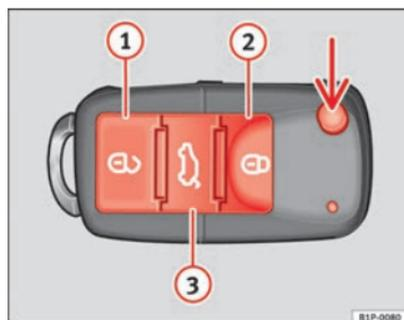

Abb. 64 Tastenbelegung
Mit der Taste \Rightarrow Abb. 64 (Pfeil) der Fernbedienung wird der Schlüsselbart ausgeklappt.
Fahrzeug entriegeln \Rightarrow Abb. 64 ①.
Fahrzeug verriegeln \Rightarrow Abb. 64 ②.
Heckklappe entriegeln. Die Taste \Rightarrow Abb. 64 ③ betätigen, bis alle Blinkleuchten am Fahrzeug kurz aufleuchten. Nach Drücken der Entriegelungstaste \Rightarrow Abb. 64 ③ können Sie die Heckklappe innerhalb von 2 Minuten öffnen. Nach Ablauf dieser Zeit wird die Heckklappe wieder verriegelt.
Zudem blinkt die Batterie-Kontrollleuchte des Schlüssels \Rightarrow Abb. 64 auf.
Bei einmaligem Drücken der Taste \Rightarrow Abb. 64 ① wird nur die Fahrertür entriegelt. Alle anderen Türen bleiben verriegelt. ▶
Bei zweimaligem Drücken der Taste   ⇒ Abb. 64  werden alle Türen entriegelt.
- Betätigen Sie die Taste  => Abb. 64 an der Funk-Fernbedienung.